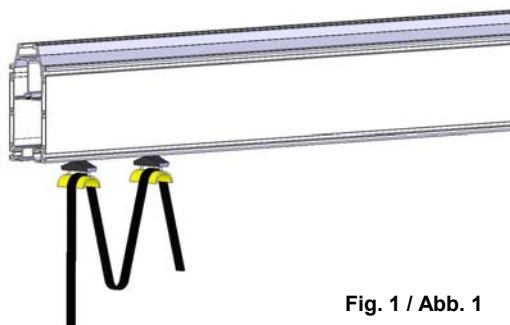

Fig. 1 / Abb. 1
- Flat cable under the profile (fig. 1)
- Flachkabel unter dem Profil (Abb. 1)